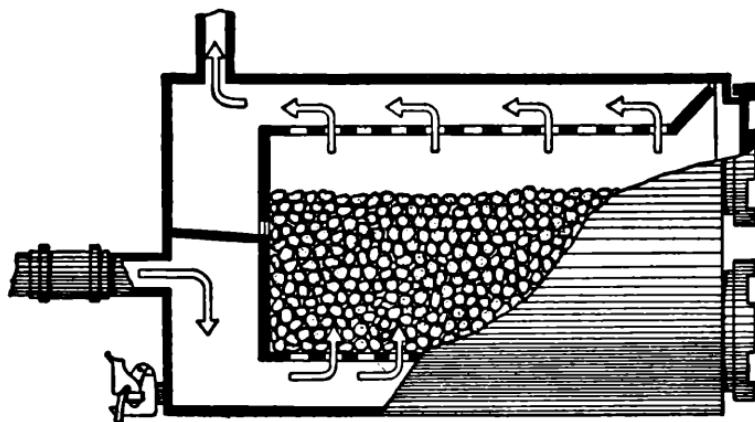
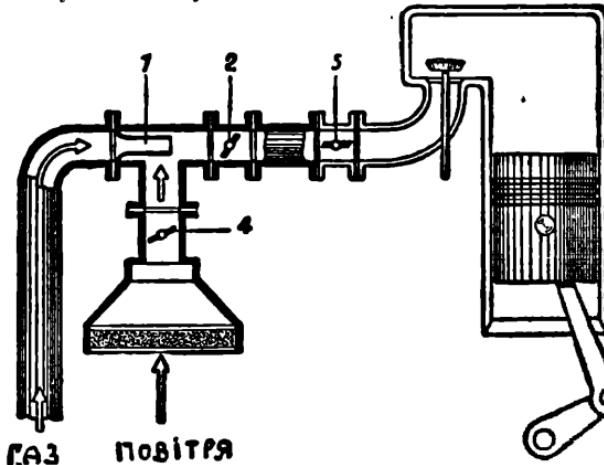

Рис. 40. Очищувач.
Рис. 41. Змішувач.
(рис. 40), виловленого кусками корка, величини горіха. Готовий до ужитку газ йде з очищувача до змішувача (рис. 41), де змішується з повітрям, а звідси — до мотору. Повітря доходить до змішувача через очищувач повітря, а його кількість регулюється прислоном (4) (рис. 41). Прислони (4) і (2) служать до зміни відношення скількості газу до повітря і урухомлюються при помочі двох малих важіл